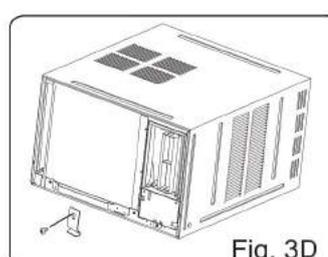

Fig. 3D
- Retirer une vis sur les fixations du châssis, puis retirer les fixations comme montré Fig.3D.